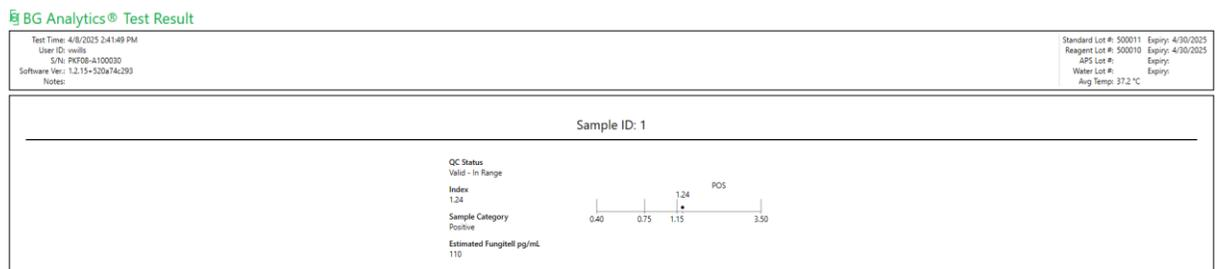

Figure 15. Écran de résultat du test de BG Analytics®
2. BGA générera immédiatement un rapport du test complet en tant qu'écran de résultat du test de **BG Analytics®** (comme indiqué à la Figure 15).